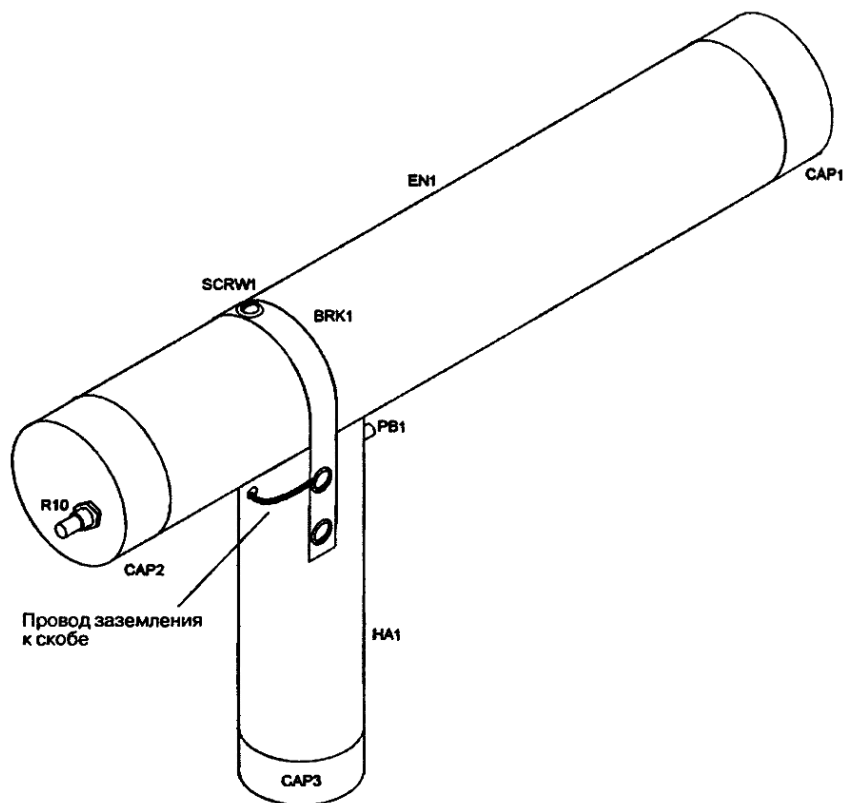

Рис. 22.10. Ионный лучевой пистолет в изометрии
4. Завершите сборку, как показано на рис. 22.10, прочитав подписи к рисунку.